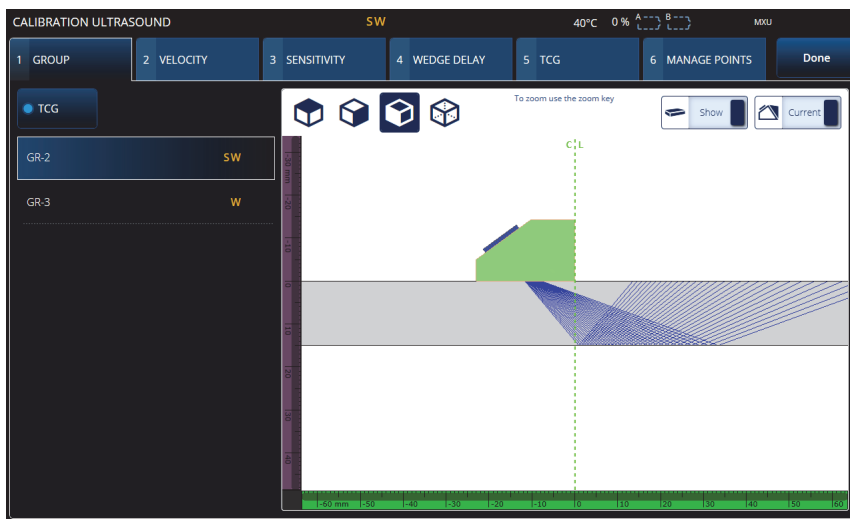

图 4-1 校准 > 组
1. 选择  >  **Plan & Calibrate** (计划 & 校准) > **Calibration Tools** (校准工具)，访问 **PA/UT/TFM Calibration** (PA/UT/TFM 校准) 向导 (参见第 160 页的图 4-1)。参阅第 176 页的“TOFD 校准”，进行 TOFD 校准。与扫查计划向导一样，校准向导的工作流程也 (针对不同类型的校准) 被分成几个选项卡或部分。
2. 在 **Group** (组) 选项卡中 (参见第 160 页的图 4-1)，选择想要校准的组。对于 UT 组，还要选择要校准的定量方法：**TCG**、**DAC** 或 **DGS**。